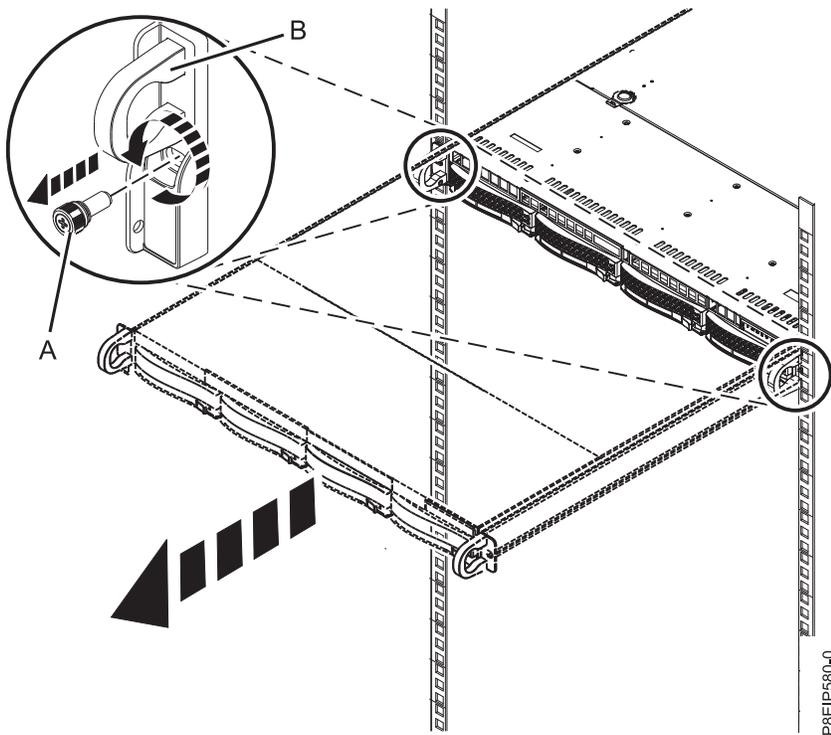

Figure 69. Retrait des vis avant et retrait du système de l'armoire
2. Retirez les vis avant (A) qui fixent le système à l'armoire des deux côtés du système, comme indiqué dans la figure 69, à la page 78.